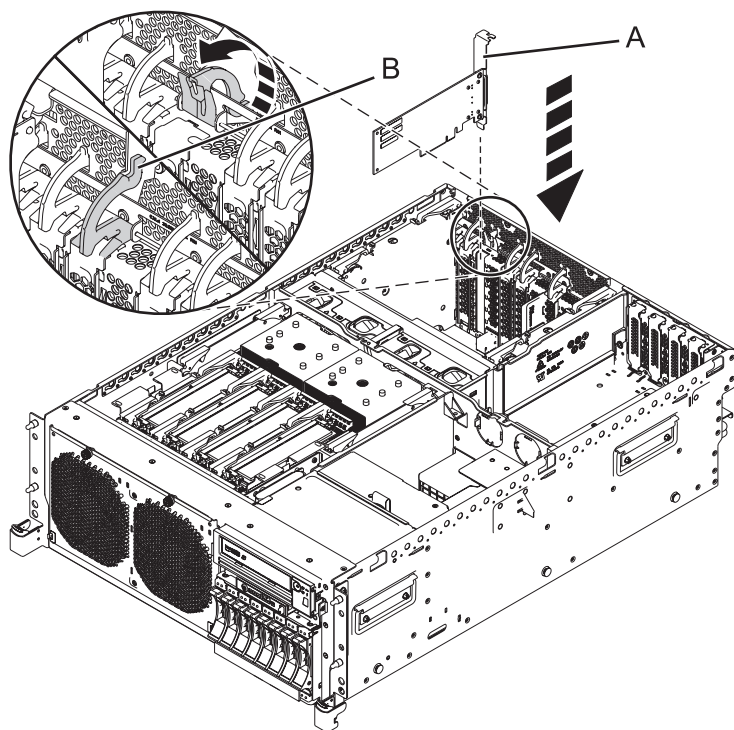
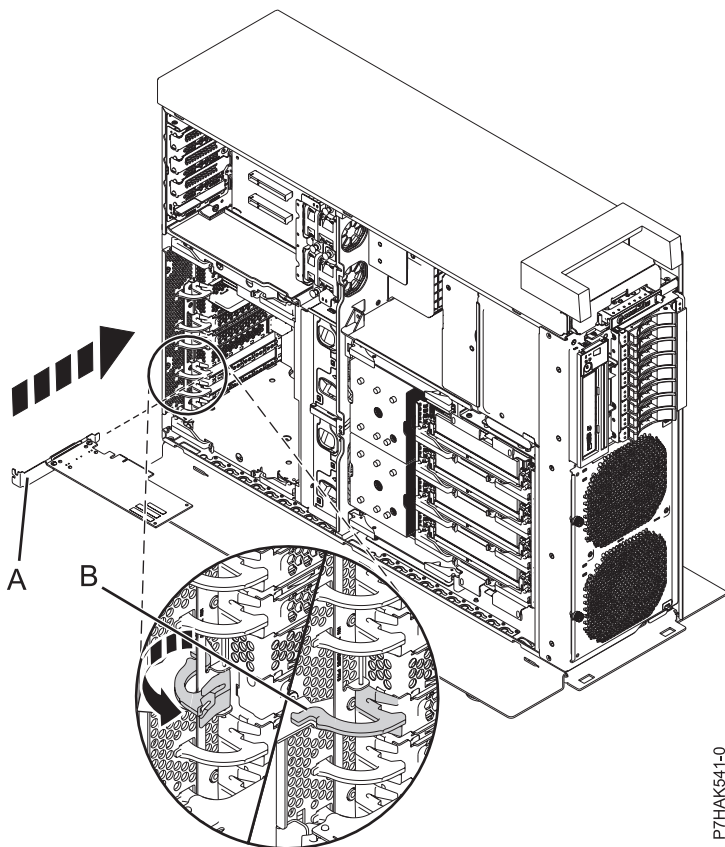

Figura 2. Instalar um adaptador PCI numa unidade de sistema instalada em bastidor
Figura 3. Instalar um adaptador PCI numa unidade de sistema autónoma
15. Segure cuidadosamente o adaptador pela extremidade superior ou pelo grampo (A) e alinhe-o com a ranhura de expansão e com o respectivo conector no painel posterior do sistema, conforme se mostra na figura seguinte Figura 2.
17. Puxe o trinco do adaptador (B) para a posição de origem, conforme demonstrado em Figura 2 e Figura 3 na página 6.